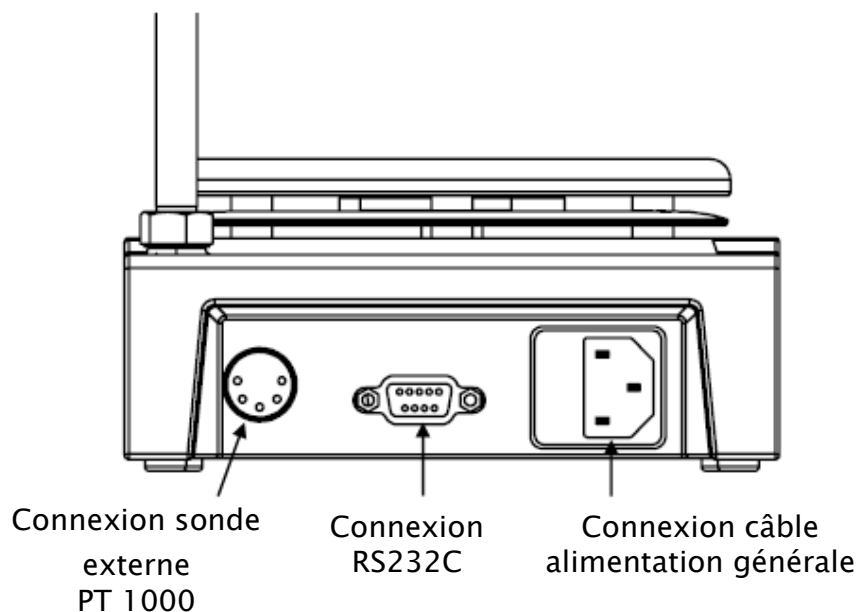

Figure 8
- **AVANT d'allumer l'agitateur, brancher la sonde PT1000** (connexion à l'arrière de l'agitateur, Cf. fig.8).
Les fonctions de ligne de l'interphase entre l'agitateur et le PC sont sélectionnées entre les signaux spécifiques de la norme EIA-RS232C, correspondant à la norme DIN66020 (Partie 1). L'emplacement de la connexion est signalé sur la figure 8.